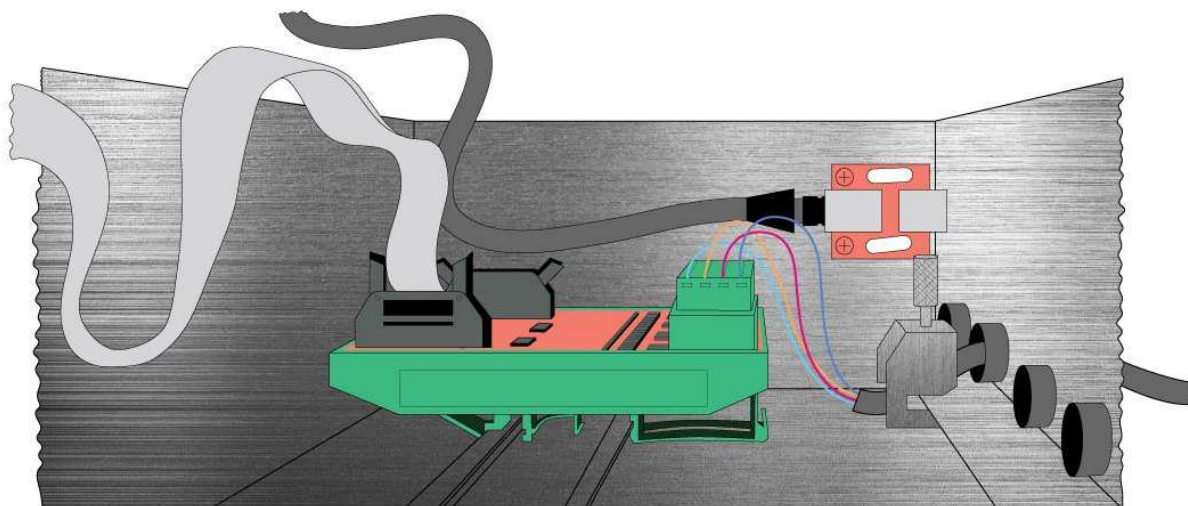

Рис. 2. Подключение сигнального кабеля.
3. Вставьте кабель в отверстие, так, чтобы экран вышел с другой стороны экранирующей планки, затем установите кабельный зажим СБ-15 на кабель (см. Рисунок 2).